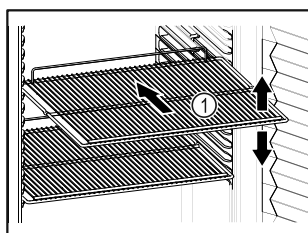

Fig. 55
- ❑ Ha a tároló rácsok Fig. 55 (1) áthelyezhetők, akkor igazítsa be őket a kívánt magasságnak megfelelően.